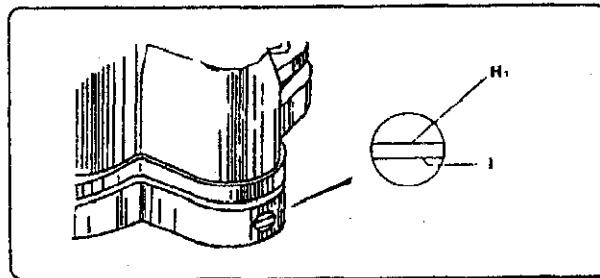

图 3-1 Fig 3-1
(1) Внутренности машинной стойки автоматически смазываются масляным насосом, масло было удалено с головки перед упаковкой. Поэтому перед началом работы, головка должна быть заправлена чистым маслом для швейных машин. Масло заливается до уровня между двумя красными линиями H1 и H2 (см. рис.3-1)